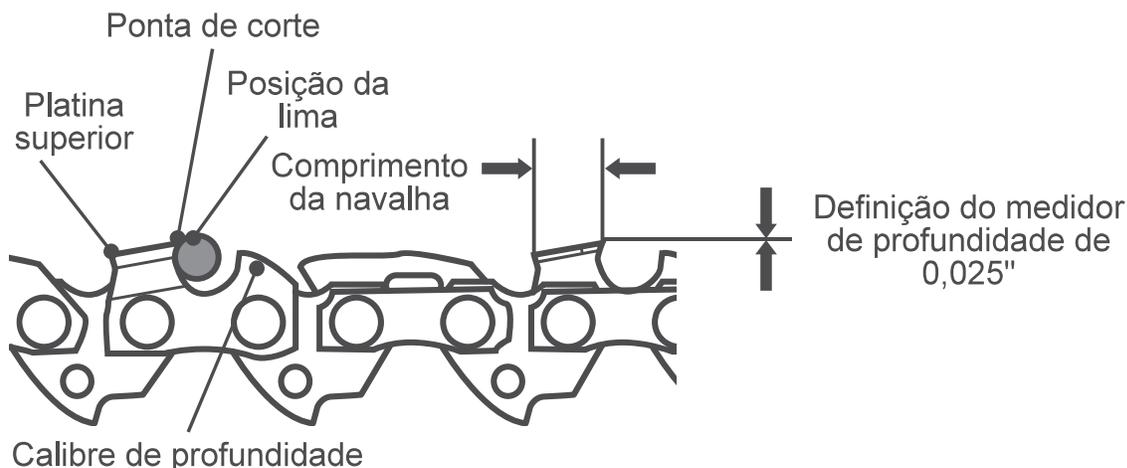

Fig. 51
9. Utilize um instrumento de medição de indicador de profundidade para verificar a altura do medidor de profundidade. A maior parte dos fabricantes de ferramentas de renome fornece bitolas de medição de calibre (Fig. 51).